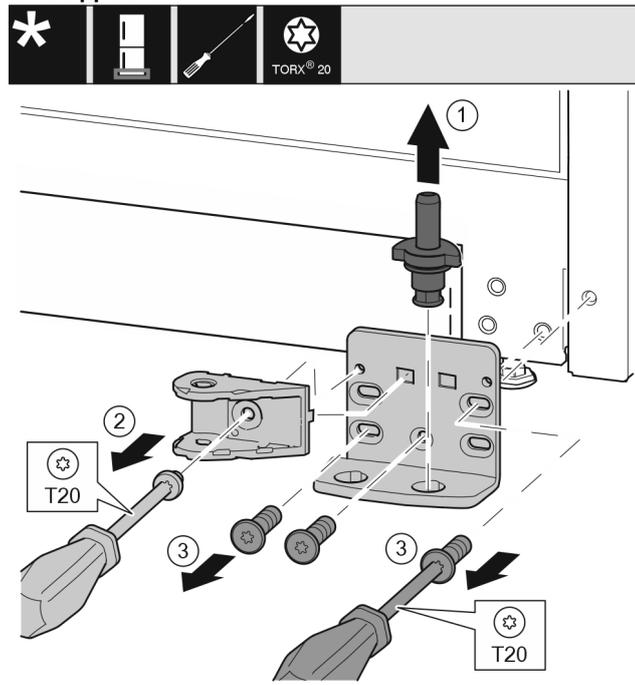

Fig. 34 *
- ▶ Trekk lagerbolten komplett opp og av. Fig. 34 (1)*
- ▶ Skru ut skruen med skrutrekker T20, og ta av lukkedemperforbindelsen. Fig. 34 (2)*
- ▶ Skru ut skruene med skrutrekker T20, og ta av lagerbukken. Fig. 34 (3)*